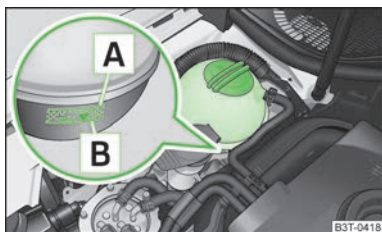

Fig. 143
Pentru completare, vă recomandăm să utilizați numai antigetul a cărui denumire o găsiți pe vasul de expansiune al lichidului de răcire » fig. 143 la pagina 177.
- > Verificați nivelul lichidului de răcire la vasul de expansiune al lichidului » fig. 143. Când motorul este rece, nivelul lichidului de răcire trebuie să se afle între marcajele **B** (min.) și **A** (max). Când motorul este cald, nivelul lichidului de răcire poate fi și puțin peste marcajul **A** (max).
- > Aplicați o lavetă pe capacul vasului de expansiune a lichidului de răcire » fig. 143 la pagina 177 și deșurubați **cu grijă** capacul.
Nu adăugați lichid de răcire peste marcajul **A** (max.) » fig. 143 la pagina 177! La încălzire, surplusul de lichid de răcire este împins din sistemul de răcire prin supapa de suprapresiune din capacul vasului de expansiune.